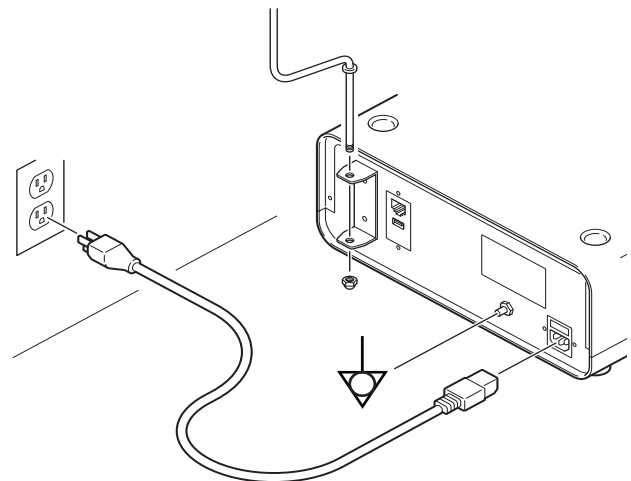

Figure 5 – Console (vue arrière)
3. Vérifier la connexion des composants suivants ; les connecter selon les besoins (Figure 5) :
- 7.1. Le cas échéant, insérer une potence d'irrigation dans le support pour potence situé à l'arrière de la console (Figure 5).